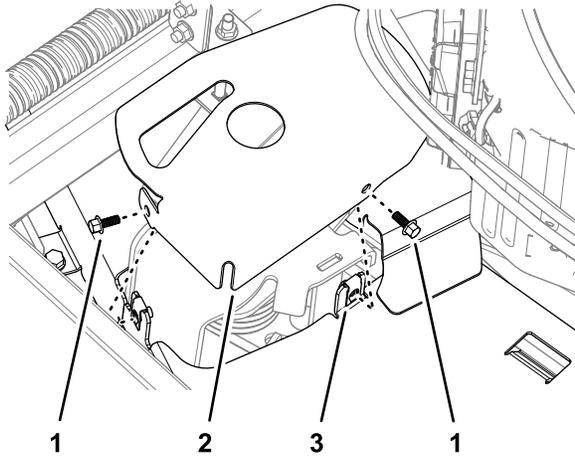

Figura 34
1. Togliete le 2 viti a testa flangiata che fissano la protezione del tendicinghia al copricinghia sinistro e rimuovete il copricinghia (Figura 34).